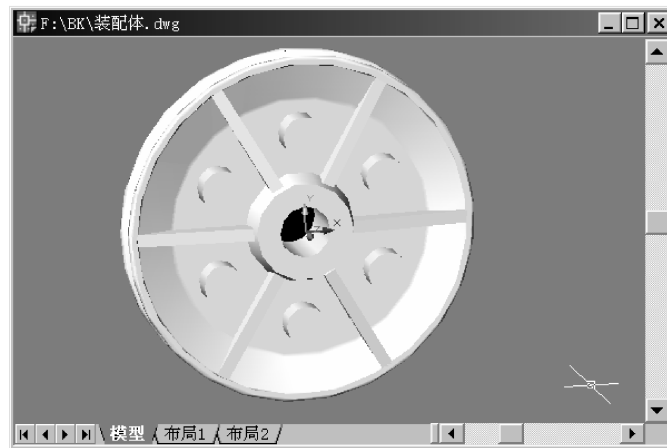

图 5-46 创建三维阵列
(4) 单击“标准”工具栏 → , 将视图转换到如图 5-46 所示的位置。选择菜单“修改” → “三维操作” → “三维阵列”, 按如下过程创建滑轮肋板和圆柱体的三维阵列。
绘制结果如图 5-46 所示。